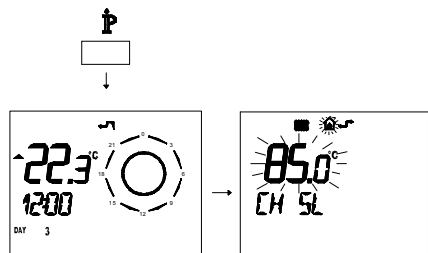

Figura 5.44
- Premere per più di 3 secondi il pulsante P per entrare in modalità *INFO* (Figura 5.44).